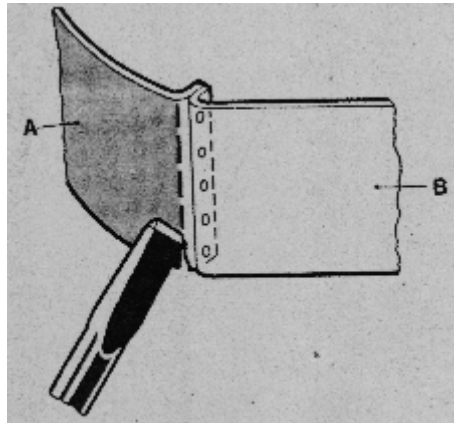

figura 5
- Corte de piezas dañadas que están unidas en pestaña interior, para después poder aplicar la fresadora neumática a la pestaña. (figura 5)